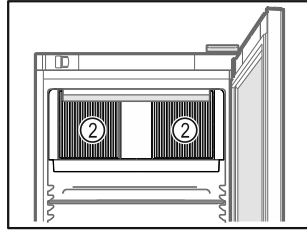

Fig. 53
- Pidä sisätilassa olevan kiertoilmapuhaltimen tuuletusraot Fig. 53 (2) vapaina.